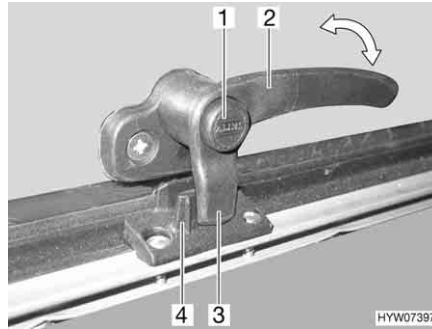
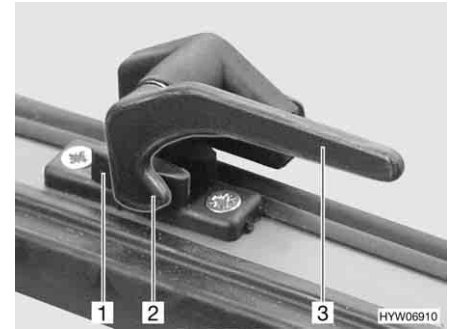

Fig. 92 Alavanca de trava com botão de segurança na posição "Fechada"
Fig. 93 Alavanca de trava na posição "Fechada"
- Se disponível, prima o botão de segurança (Fig. 92,1) e mantenha-o premido.
- Gire a alavanca de trava (Fig. 92,2 ou Fig. 93,3) um quarto de volta na direção do meio da janela.
- Gire a alavanca de trava (Fig. 92,2 ou Fig. 93,3) um quarto de volta em direção à moldura da janela. A ponta de trava (Fig. 92,3 ou Fig. 93,2) na alavanca de trava fica completamente assente na parte de dentro do dispositivo de bloqueio da janela (Fig. 92,4 ou Fig. 93,1).
- Na posição "Bem fechada" (Fig. 92 e Fig. 93)